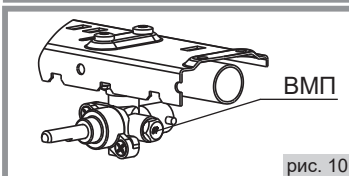
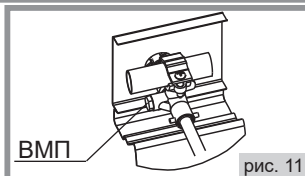

рис. 10
рис. 11
14.2. Проведение замены винтов малого пламени (ВМП) в кранах (рис. 10 для плит NGM441 01, NGM441 02, рис. 11 для плиты NGM441 03):